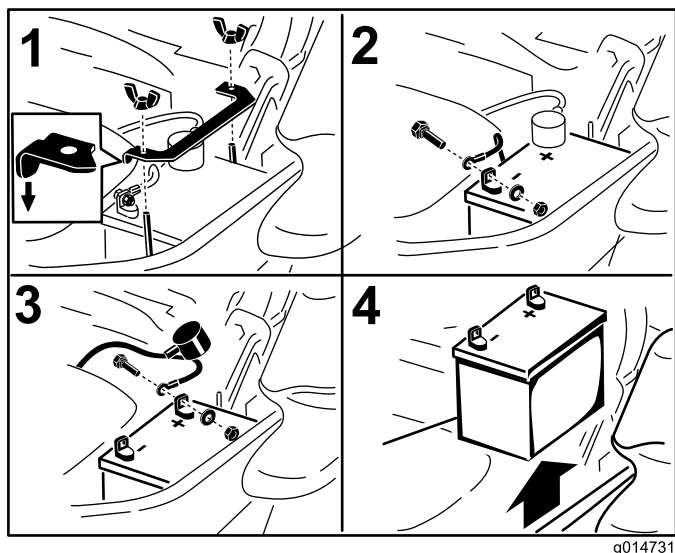

図 46
（－）端子から取り外す（図 46）。
出させる（図 46）。
を外す（図 46）。
6. クランプを外す（図 46）。
1. バッテリーをトレイの上に置く；端子が油圧オイルタンクと反対側を向くように置く（図 46）。
4. 両方のケーブルをボルトとロックナット2組を使って固定する（図 46）。
6. クランプを取り付け、蝶ナットで固定する（図 46）。